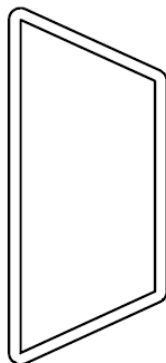

Figure 6
- Profilé horizontal : Voir figure 6